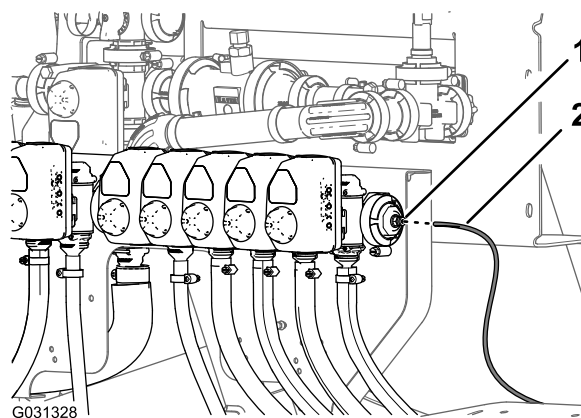

Figura 145
- Alinhe a extremidade do tubo sensor de pressão (plástico) para o indicador de pressão no painel com o anel de tensão do acoplador do tubo (Figura 145).
- Insira o tubo no anel de tensão até o tubo estar devidamente colocado (Figura 145).